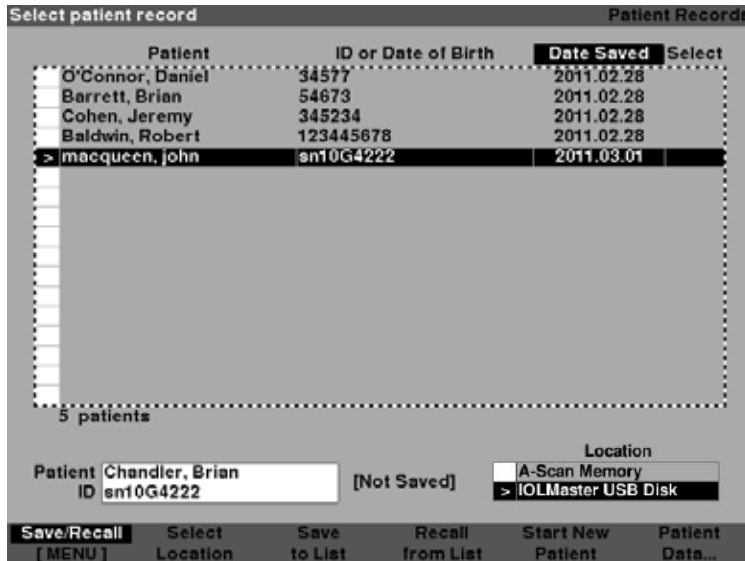

Figura 11-1 Pantalla Patient Record (Registro de pacientes)
1. Presione el botón “Patient Records” (Registro de pacientes) ubicado en el lado derecho del instrumento. Aparecerá la pantalla Patient Record (Registro de pacientes), como se muestra en la Figura 11-1, de la página siguiente.